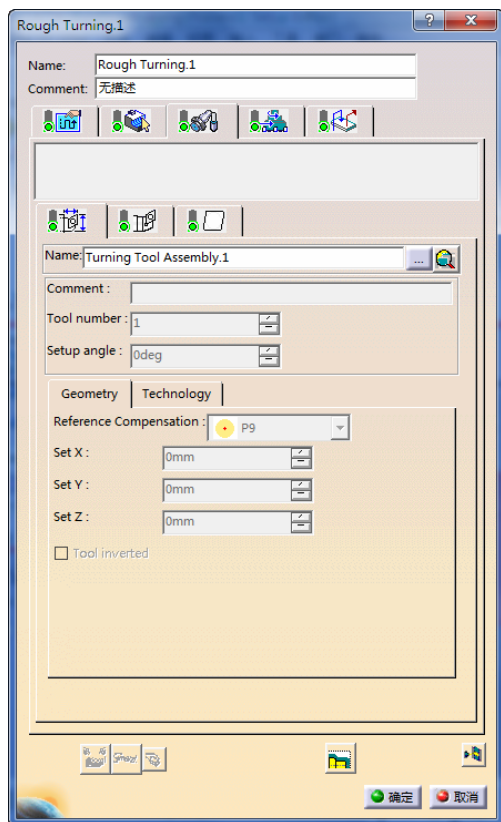

图 2-169 刀具参数选项卡 (2)
单击“Rough Turning.x”对话框中的 , 切换到刀具参数选项卡(2), 如图 2-169 所示。
1) 刀具选项卡。单击刀具参数选项卡中的，切换到刀具选项卡，如图 2-169 所示。